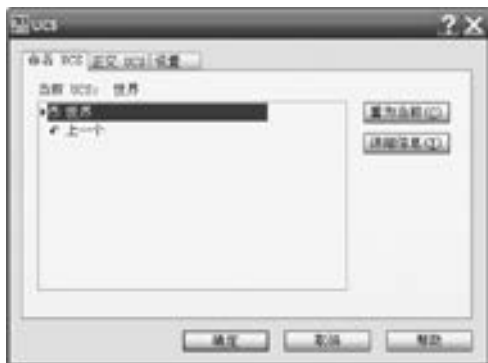

图 9-5 “命名 UCS”选项卡
1) 从“工具”菜单中选择“命名 UCS”, 打开“UCS”对话框。在“命名 UCS”选项卡中 (见图 9-5) 选择“世界”选项, 再单击“置为当前”按钮, 可以将当前坐标系恢复